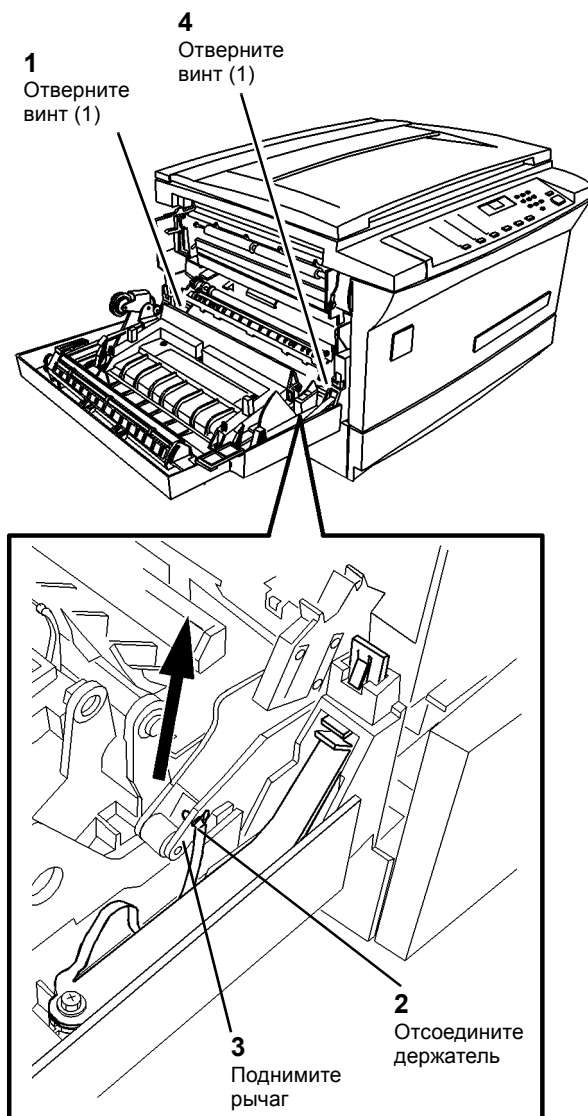

Рисунок 2 Отверните винты (2)
5. Продолжайте подготовку к снятию аппарата с модуля лотка 1 (Рисунок 2).